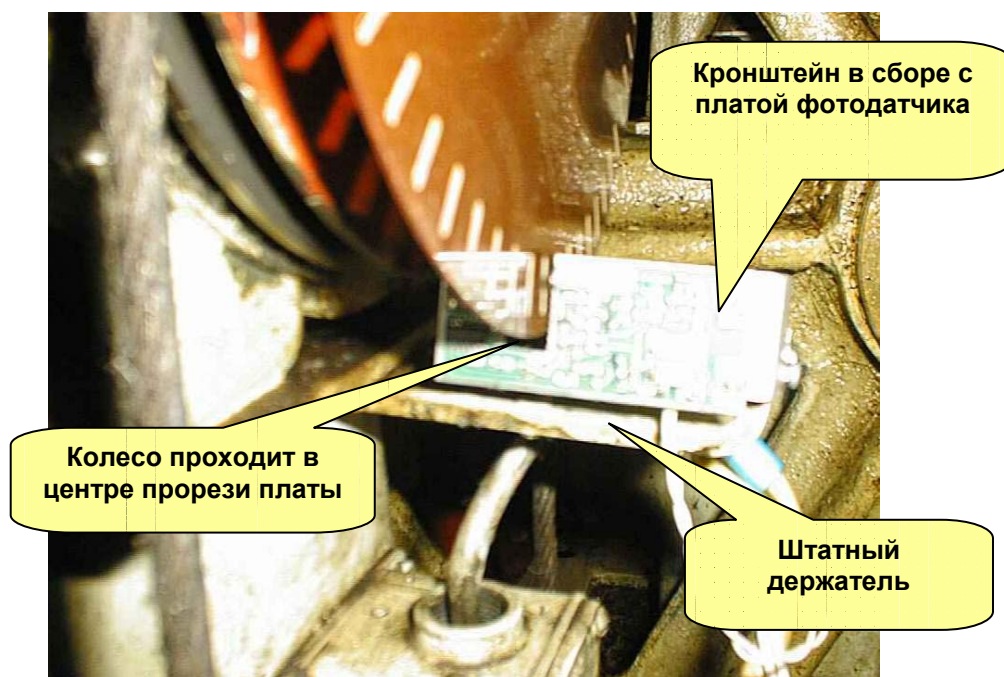

Рисунок 9 - Положение платы фотодатчика относительно колеса
3. Используя карандаш и кронштейн в сборе, наметьте два отверстия на штатном держателе для крепления. Для этого приложите кронштейн в сборе к держателю так, чтобы колесо находилось в центре прорези платы фотодатчика, а оптическая ось фотоизлучатель – фотоприемник (см. рисунок 9) проходила примерно через центр прорезей в колесе. На рисунке 9 показано правильное расположение платы фотодатчика относительно колеса.